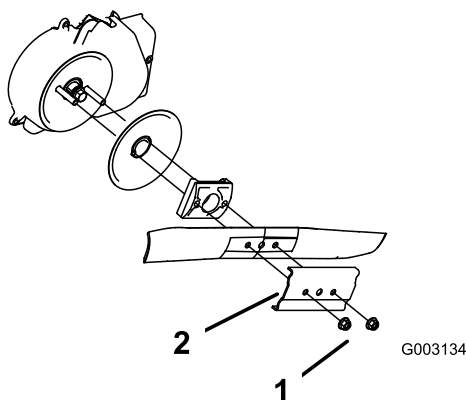

Figure 41
3. Retirez les 2 écrous de la lame et le renfort (Figure 41).
4. Déposez la lame (Figure 41).
5. Posez la nouvelle lame (Figure 41).